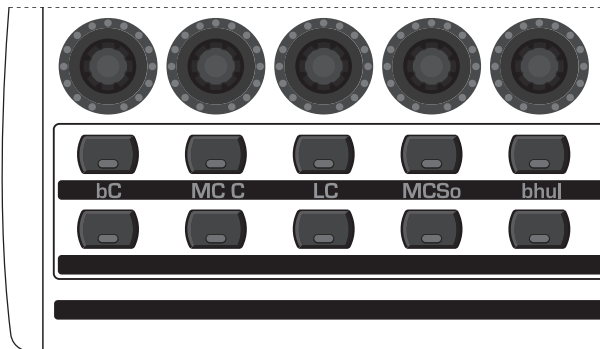

Fig. 4.10: Emulation mode knapper
1. Tryk og hold den ønskede mode knap (se Fig. 4.10).